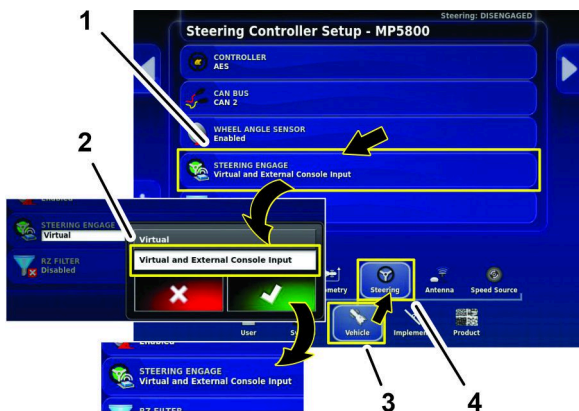

Figure 162
5. Appuyez sur l'icône VEHICLE (véhicule), puis appuyez sur l'icône STEERING (direction) (Figure 162).
6. Appuyez sur l'icône STEERING ENGAGE (engagement de direction) (Figure 162).
7. Dans la boîte de dialogue, appuyez sur l'icône VIRTUAL AND EXTERNAL CONSOLE INPUT (entrée de console virtuelle et externe), puis sur l'icône de confirmation (Figure 162).